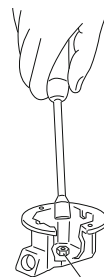

Fig. 7: sustitución de las boquillas
2. Con una llave de tubo de 7 mm desatornille las boquillas de los quemadores [Fig. 7].